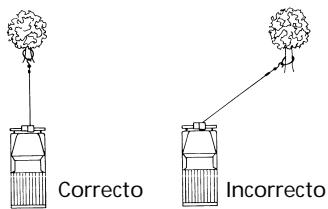

Figura 5
13. **VITE TIRAR CONTINUAMENTE DESDE ÁNGULOS EXTREMOS,** ya que esto causará que el cable de alambre se apile en un extremo del tambor (Figura 5). Esto puede atorar el cable de alambre en el cabrestante dañando tanto el cable de alambre como el cabrestante mismo.